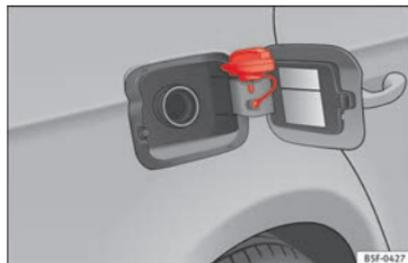

Fig. 42
- Collocarlo nello spazio della cerniera dello sportellino aperto » **fig. 42.**